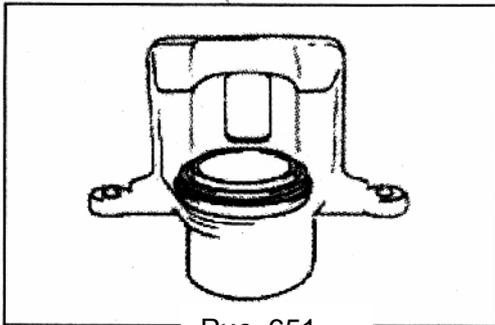

Рис. 651
- 4) Вытяните поршень из цилиндра, но не до конца, и проверьте правильность установки пыльника (Рис. 651).